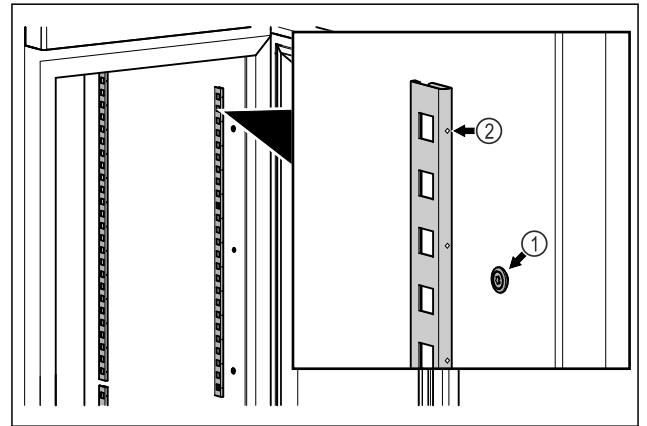

Fig. 81 Beispielhafte Darstellung
- ▶ Rastenleisten in Aufhängung Fig. 81 (1) einhaken. Markierung Fig. 81 (2) muss nach vorne zeigen.